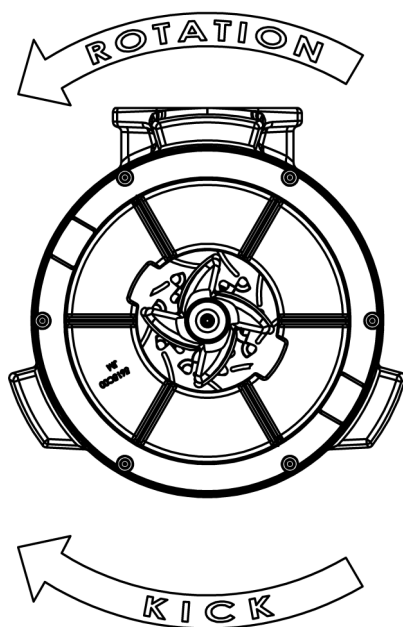

Figure 1
5. Acheminez les fils flottants et raccordez-les aux bornes correspondantes de la barrière de sécurité intrinsèque (IS).
8. Vérifiez que la rotation de la pompe est dans la bonne direction, comme indiqué sur la figure 1. Si c'est correct, passez à l'étape 9.